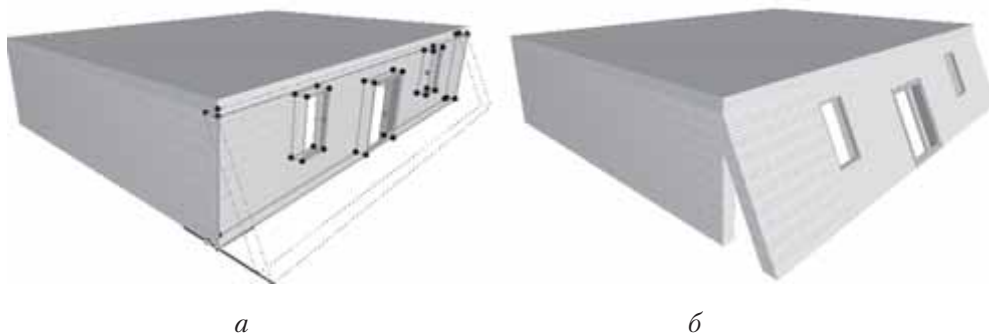

Рис. 8.21. Изменение угла наклона стены
4. Определите новый угол наклона стены, переместив указатель мыши (рис. 8.21, а).
5. Щелчком кнопкой мыши зафиксируйте новое положение стены (рис. 8.21, б).